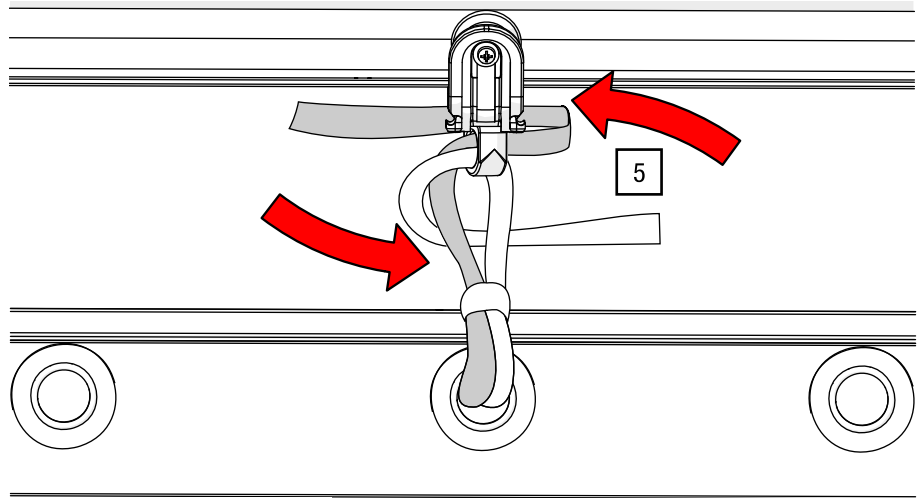

Abb. 60: Bindeband – Enden umlegen
5. Legen Sie die losen Enden jeweils nach hinten entgegengesetzt um (siehe Abb. 60).